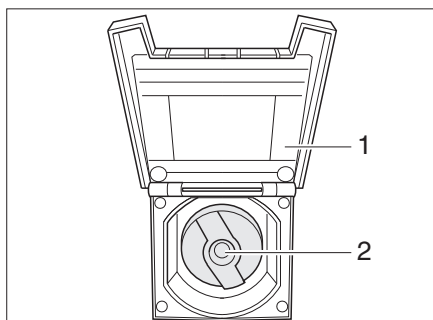

Fig. 209 Couvercle de fermeture pour bec de remplissage d'eau potable
- Ouvrir le couvercle (Fig. 209,1) vers le bec de remplissage d'eau potable.
- Insérer la clé dans le barillet (Fig. 209,2) et la tourner d'un quart de tour dans le sens inverse des aiguilles d'une montre.
- Ouvrir le bec de remplissage d'eau potable (Fig. 209).